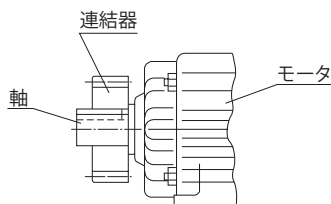
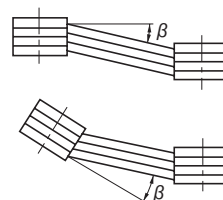

図 5-2
図 5-3
(2) チェーン・スプロケット、ギヤを使用する場合
- ・ スプロケットやギヤの荷重作用点が軸中央よりモータ側へくるようにしてください。(図 5-2 参照)
(3) Vベルトを使用する場合
- ・ 両プーリ間の平行度、偏心度 β は $20'$ 以内としてください。(図 5-3 参照)